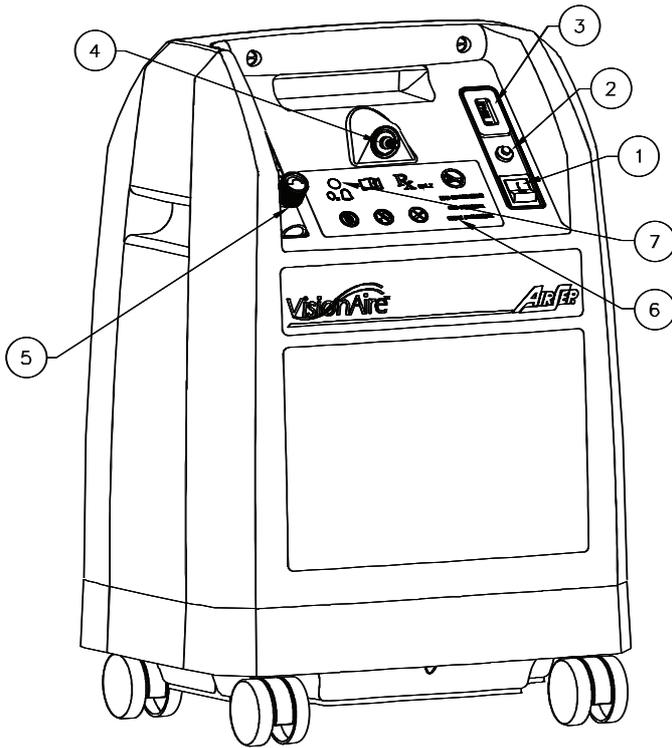

Abb. I.1
I. 1. Vorderseite (Abb. I. 1) .....	2-DE
### I. 1. Vorderseite (Abb. I. 1)